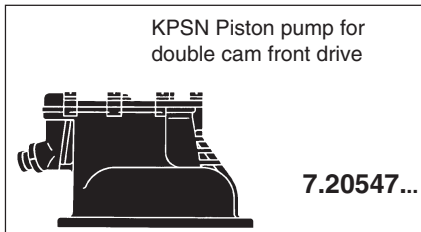

Fig. 2
- 7.20547..., fig. 2
For 7.20547..., fig. 2